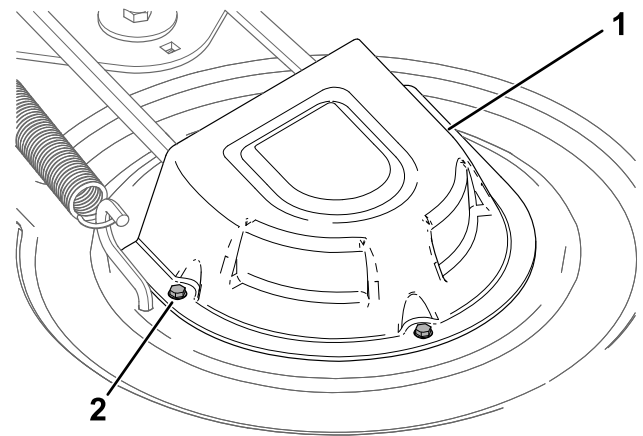

Figura 55
5. Afloje los tornillos y retire las cubiertas de las poleas (Figura 55).